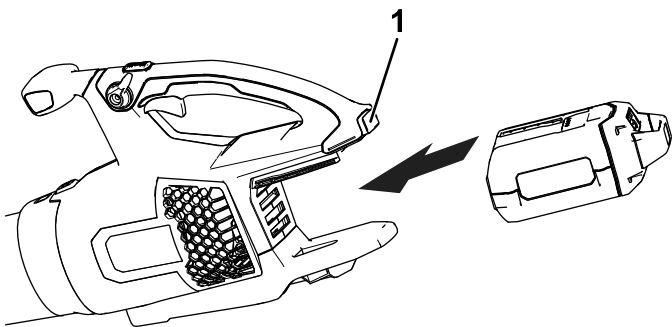

Bild 3
2. Fluchten Sie das Loch im Akkupack mit der Zunge im Griffgehäuse aus (Bild 3).